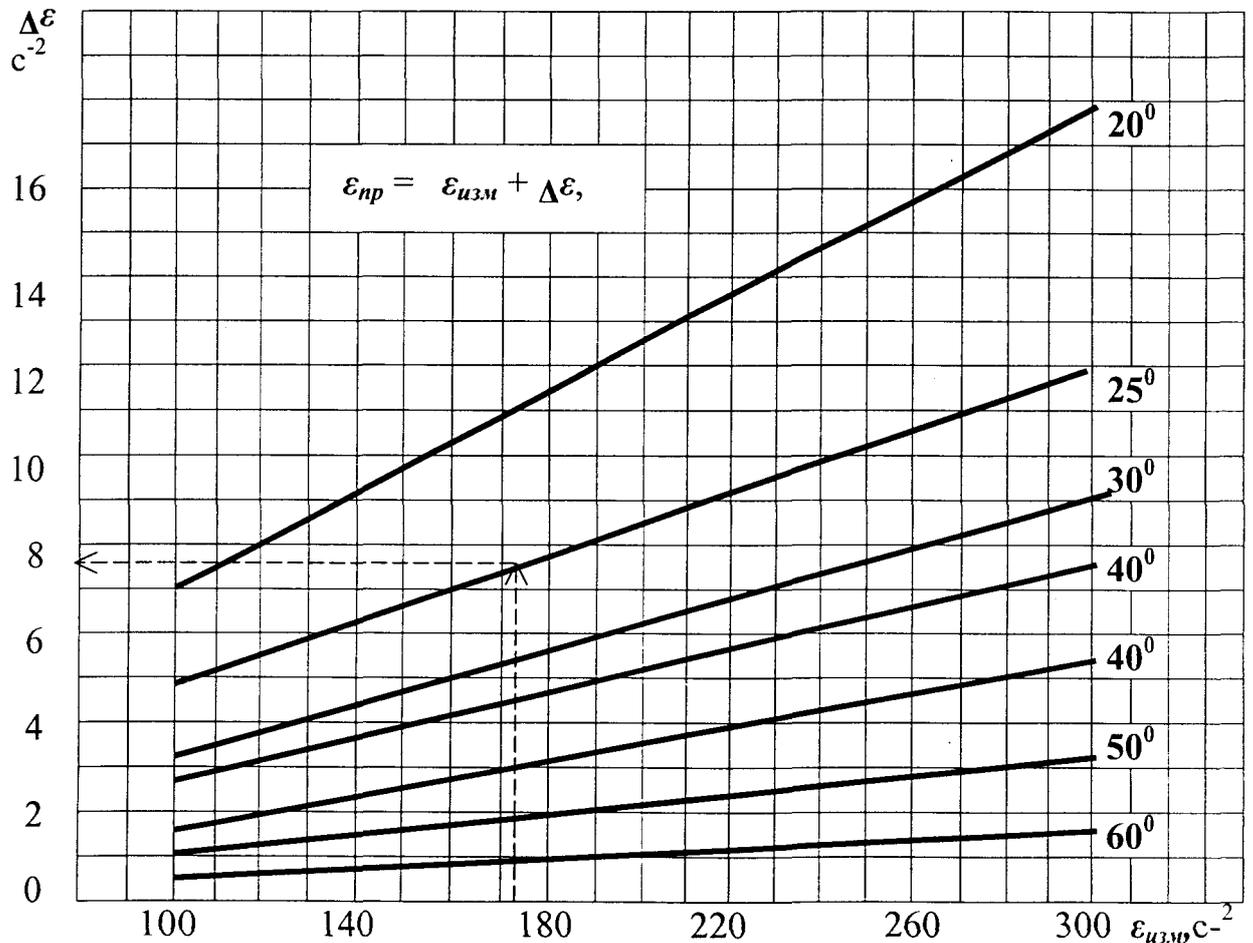

Рисунок 1.2 - График корректировки ускорений разгона по температуре двигателя.
7) повторить операции (5-6) не менее трех раз и найти среднее значение углового ускорения разгона. Если при измерениях тепловой режим двигателя отличается от паспортного режима (70-900), произвести корректировку полученного значения по графику - рисунок 1.2, где